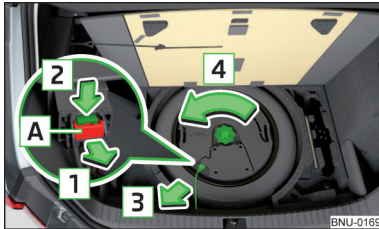

Abb. 319
- › Die Verriegelung **A** am Stecker in Pfeilrichtung **1** ziehen » Abb. 319.
- › Die Sicherungsschraube entgegen der Pfeilrichtung **4** bis zum Anschlag einschrauben » Abb. 319.